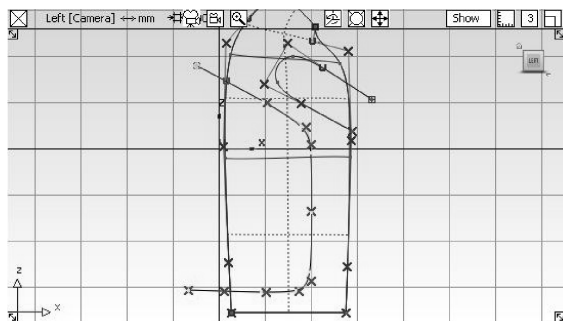

图4-94 创建曲线
- 19 继续使用【New CV curve】工具, 在【Left】正交视窗创建一条新的曲线, 调节曲线上的 CV 点, 如图4-94所示。